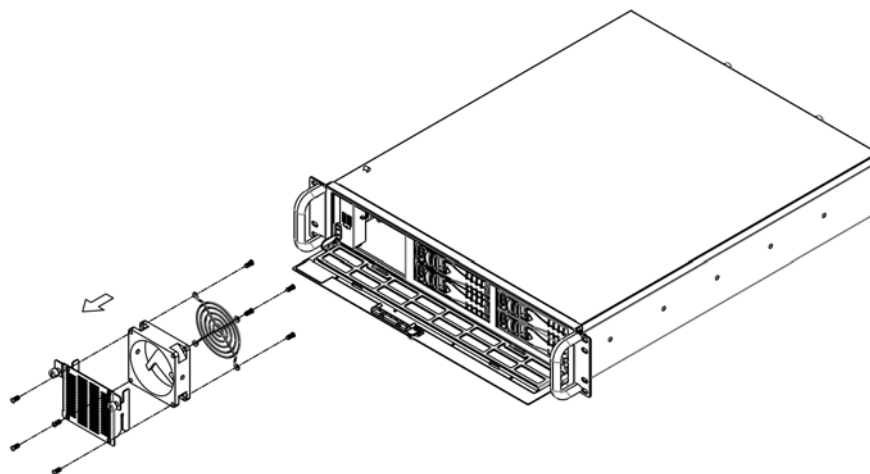

Figure 3.5: Replacing system fan/ 更换系统风扇 / 更換系統風扇
4. Remove the four screws on the failed fan unit and take out the fan. (See Figure 3.5)
4. 卸下故障风扇上的 4 个螺丝，并取出风扇（如图 3.5 所示）